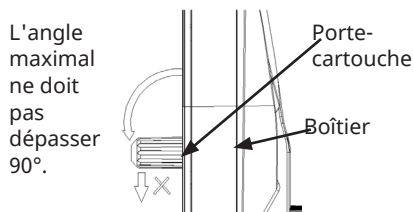

Figure 10
4. Assurez-vous que le régulateur de pression sur le dessus du couvercle est en position « - ». Tournez le porte-cartouche du cache supérieur vers l'extérieur de l'angle approprié. L'angle doit être au maximum de 90 degrés. Libérez le porte-cartouche de CO_2 (voir figure 10). Insérez une cartouche de CO_2 dans le support et tournez-la rapidement et avec précaution (dans le sens des aiguilles d'une montre) jusqu'à ce que vous entendiez un déclic